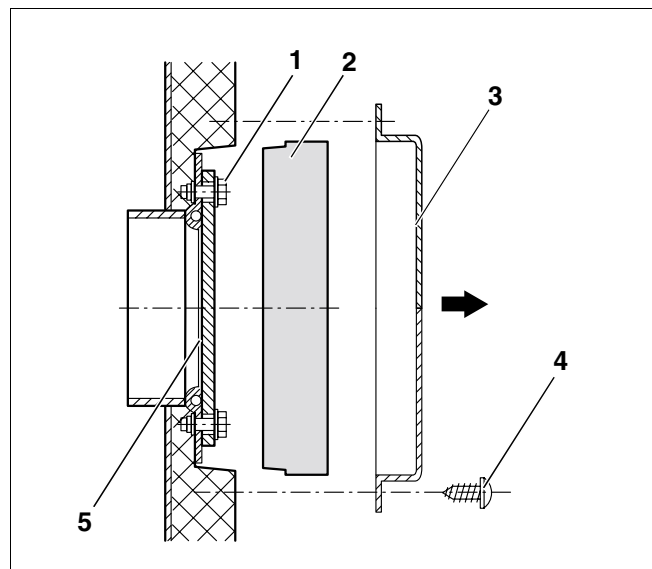

Fig. 8 Isolamento termico – coperchio d'ispezione anteriore
- Svitare il pannello di copertura (fig. 8, **pos. 3**) davanti al coperchio d'ispezione, togliere l'isolamento termico (fig. 8, **pos. 2**).
- Svitare le viti a testa esagonale (fig. 8, **pos. 1**) dal coperchio d'ispezione anteriore e toglierlo (fig. 8, **pos. 5**).